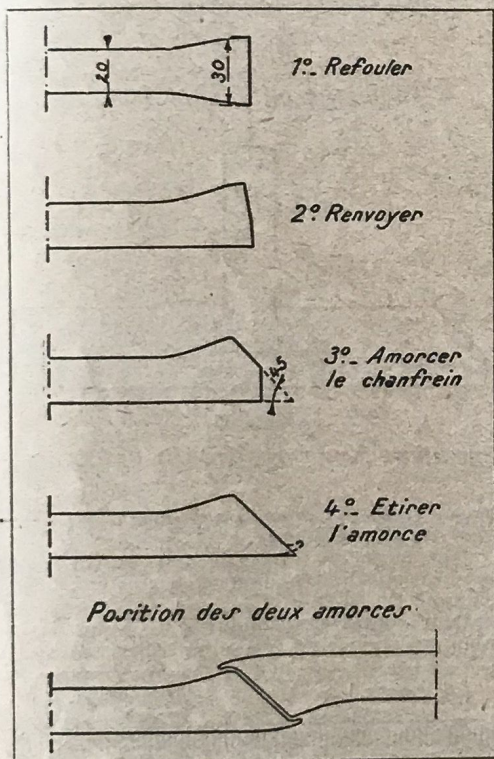
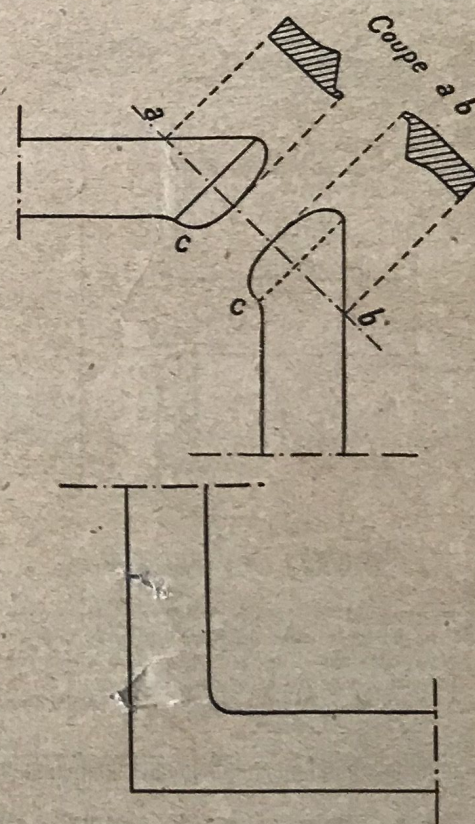

FIG. 90.
FIG. 94.
1° Soudure par amorces à chaude portée. — Soit, par exemple, à souder bout à bout deux barres rondes de 20 millimètres. Le forgeron refoule l'extrémité de chaque pièce sur une longueur égale à une fois et demie à deux fois le diamètre, de manière à obtenir, en bout, une section égale à une fois et demie la section primitive (fig. 90). Il renvoie le renflement ainsi formé d'un seul côté de la barre. Avec le marteau, il ébauche un chanfrein à 45° qu'il étire ensuite à l'aide du dégorgoir et dont il renvoie légèrement l'extrémité. La seconde pièce, préparée de la même façon, doit s'ajuster sur la première. Il faut éviter la forme creuse des amorces (fig. 91), qui constitue une cavité emprisonnant les scories. Pour la
a) *Encollage d'équerre sur plat* (fig. 94) : on refoule les pièces et on les prépare à 45° en observant que si l'on coupe les deux amorces suivant a b, on doit avoir le même profil que pour la soudure à chaude portée (fig. 90). L'élargissement des amorces vers c donne la matière nécessaire au congé intérieur. Cette partie est soudée à l'extrémité de la bigorne ronde.